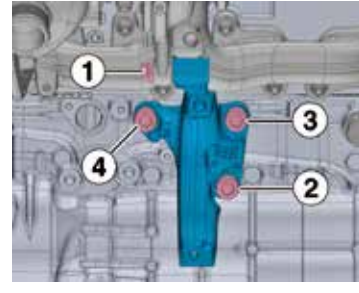

Fig.40
- Rispettare l'ordine di serraggio del supporto dello scambiatore acqua/EGR (Fig.40).